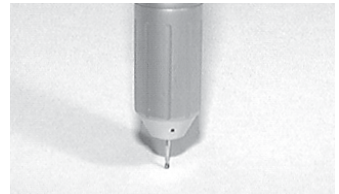
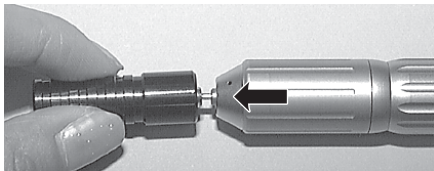

Fig. 12
Fig. 13
- 1) Puisque la griffe de la pièce à main PRESTO AQUA est de type à enfoncer, placez des fraises FG de $\varnothing 1,6\text{mm}$ et enfoncez-les conformément à la Fig.12. Enfoncez une fraise dont l'extrémité est effilée à l'aide de la clé d'insertion de fraise, comme l'illustre la Fig.13.